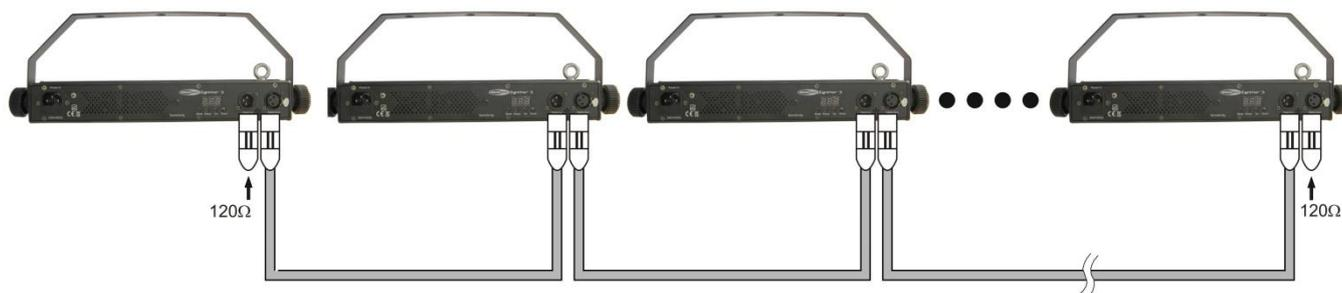

Fig. 3
3. Collegare le unità come indicato nella (Fig. 3). Collegare un cavo di segnale DMX dall'uscita "out" del primo dispositivo DMX all'ingresso "in" del secondo dispositivo. Ripetere questo processo fino a collegare la seconda, la terza e la quarta unità. Sarà possibile usare le stesse funzioni sul dispositivo master di quelle descritte a pagina 12 (Luminosità, Programmi integrati Esecuzione automatica o Modalità con controllo da audio 1+2). Ciò significa che sul dispositivo master sarà possibile impostare la Modalità di funzionamento desiderata e che tutti i dispositivi slave risponderanno esattamente come il dispositivo master.